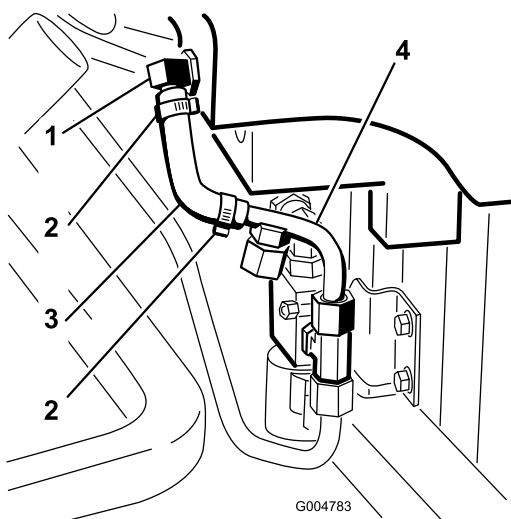

Figura 31
10. Montate il lato lungo del flessibile stampato sul gomito a 90° nel serbatoio idraulico (Figura 31).
11. Montate il lato corto del flessibile stampato sul lato dentellato del tubo idraulico numero 4 (Figura 31).